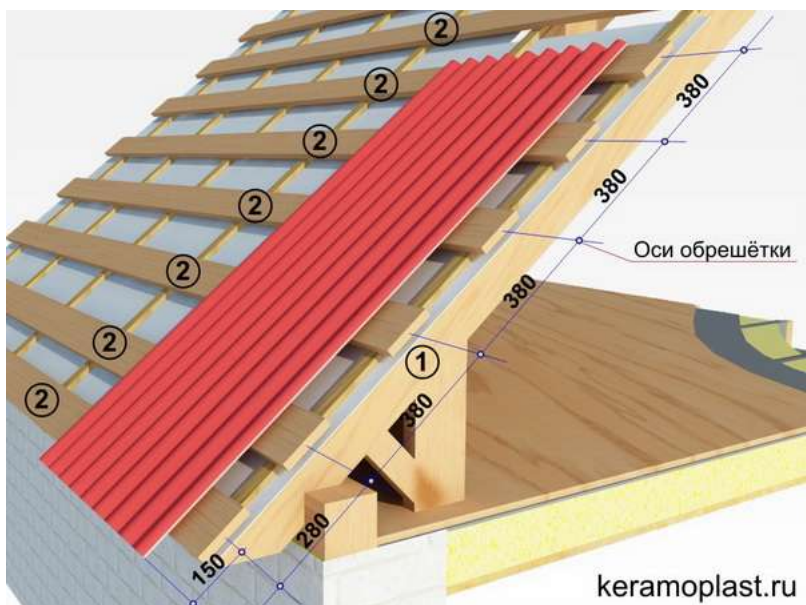

Рисунок 1
Монтаж **ЛИСТОВ КЕРАМОПЛАСТ** производится по обрешетке (2) выполненной из деревянной доски сечением 150х25 мм, предварительно смонтированной по стропильным балкам (1) сечением 150х50 мм с шагом 600 мм. Шаг обрешетки выдерживается постоянным – 380 мм независимо от угла наклона крыши (рис. 1).